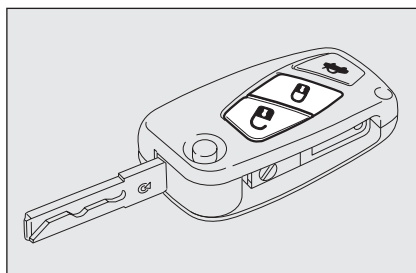
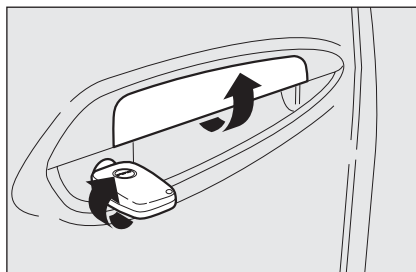
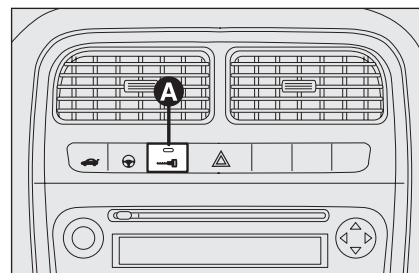

рис. 81
рис. 82
рис. 83
При закрытых дверях нажмите кнопку **Б** на блоке дистанционного управления **рис. 81** или установите и поверните по часовой стрелке металлическую вставку в замок водительской двери **рис. 82**. Блокировка двери обозначается включением Индикатор на кнопке **А-рис. 83**. Блокировка двери возможна только, если все двери закрыты. Открывание одной или нескольких дверей нажатием кнопки **Б** на блоке дистанционного управления **рис. 81** приведет к быстрому миганию указателей поворота в течение 3 секунд указателей поворота и Индикатор на кнопке **А-рис. 83**.
Открывание одной или нескольких дверей поворотом металлической вставки ключа приводит к быстрому миганию приблизительно в течение 3 секунд только Индикатор на кнопке **А-рис. 83**. Если двери закрыты, но багажник открыт, блокировка дверей сработает: указатели поворотов (только для блокировки, выполняемой нажатием кнопки **Б** **рис. 81**) и Индикатор на кнопке **А-рис. 83** начнут быстро мигать приблизительно в течение 3 секунд.
При включении данной функции можно открыть другие двери нажатием кнопки **А-Рис. 83** на центральной панели.
Двойным кратким нажатием кнопки **Б** на блоке дистанционного управления **рис. 81** включается устройство «Врезной замок» (см. параграф «Устройство «Врезной замок»).
Кратко нажмите кнопку **Б** **рис. 81** для дистанционной деблокировки дверей, включения запрограммированного потолочного освещения, двойного мигания указателей поворотов или установите металлическую вставку в замок водительской двери и поверните ее против часовой стрелки, как показано на **рис. 82**.
Нажмите кнопку **А-рис. 83** для блокировки/деблокировки всех дверей. Кнопка имеет световой индикатор, который показывает состояние дверей (заблокированы или незаблокированы). При блокировке дверей Индикатор на кнопке загорается. Нажатие кнопки обеспечивает центральную деблокировку дверей и отключение светового индикатора. При деблокировке дверей Индикатор на кнопке гаснет. Нажатие кнопки обеспечивает центральную блокировку дверей. Блокировка дверей срабатывает только при полном закрытии всех дверей.
деблокировать двери нажатием кнопки **А-рис. 83**, установленной на приборной панели, не представляется возможным.
- ☐ кнопки блокировки/деблокировки **А-рис. 83**;
Устройство полной блокировки автоматически срабатывает на каждой двери при двойном кратком нажатии кнопки дистанционного управления **Б-рис. 81**.
Срабатывание устройства обозначается миганием указателей поворота и миганием Индикатор на кнопке **А-рис. 83**, расположенной на приборной панели.